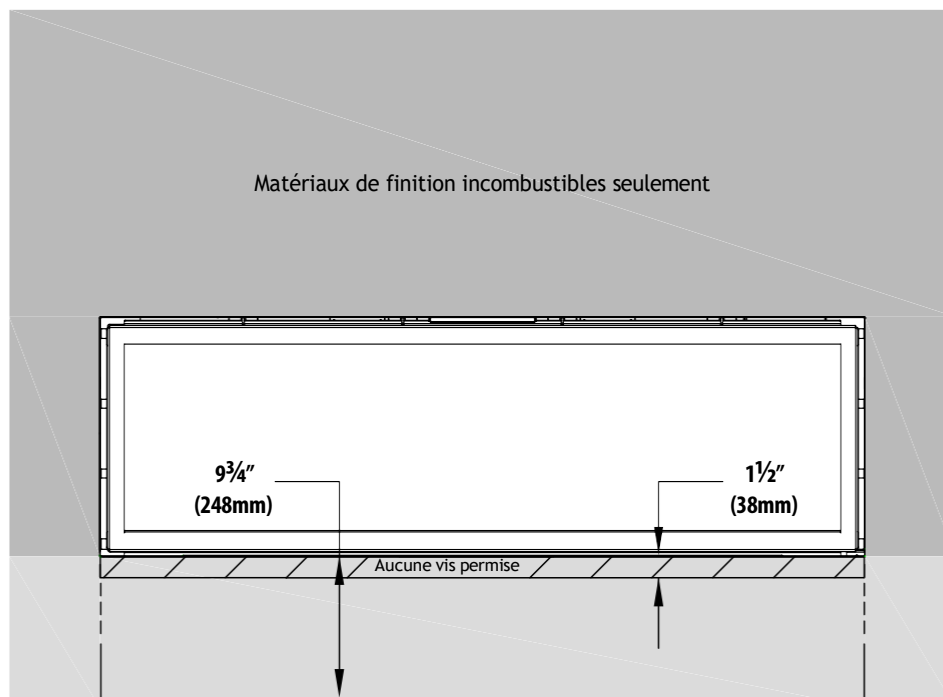

FIGURE 3.2 Dimensions minimales des matériaux incombustibles de finition pour le foyer CLW-ST
- La Figure 3.7 montre l'installation de matériaux combustibles de finition murale d'une épaisseur maximale de 1 po (25 mm). Ces matériaux combustibles sont installés par dessus tous les matériaux incombustibles exigés, tels que montrés à la Figure 3.2 (page 15).